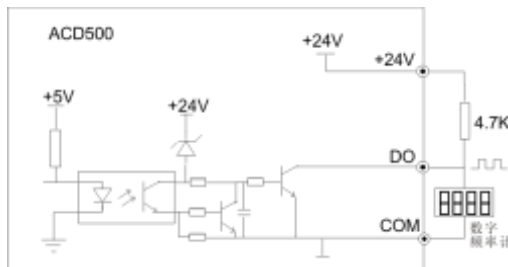

图3-19 输出端子D0连接方式1
- ③ 数字脉冲频率输出D0可使用变频器内部的24V电源，接线方式请参见图3-19。